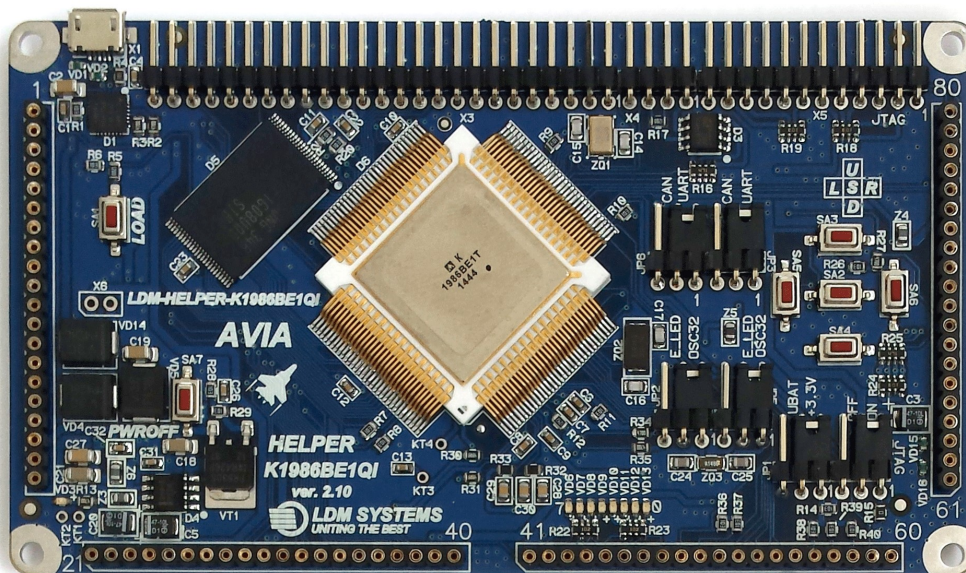

Рисунок 4. Внешний вид отладочной платы LDM-HELPER-K1986BE1QI-FULL-M в полной комплектации с контроллером в металлокерамическом корпусе 4229.132-3
- master-модуль LDM-HELPER-K1986BE1QI-FULL-M (Рисунок 4);